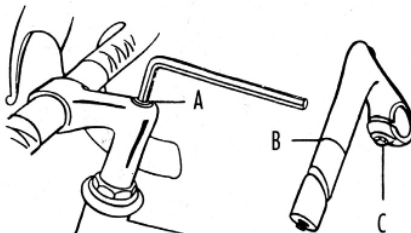

Fig. 1
4.3 - 1: Regolazione di un attacco con gambo (fig. 1)
- ▶ Allentare la vite dell'espansore (A) facendo 2 giri in senso antiorario con una brugola.